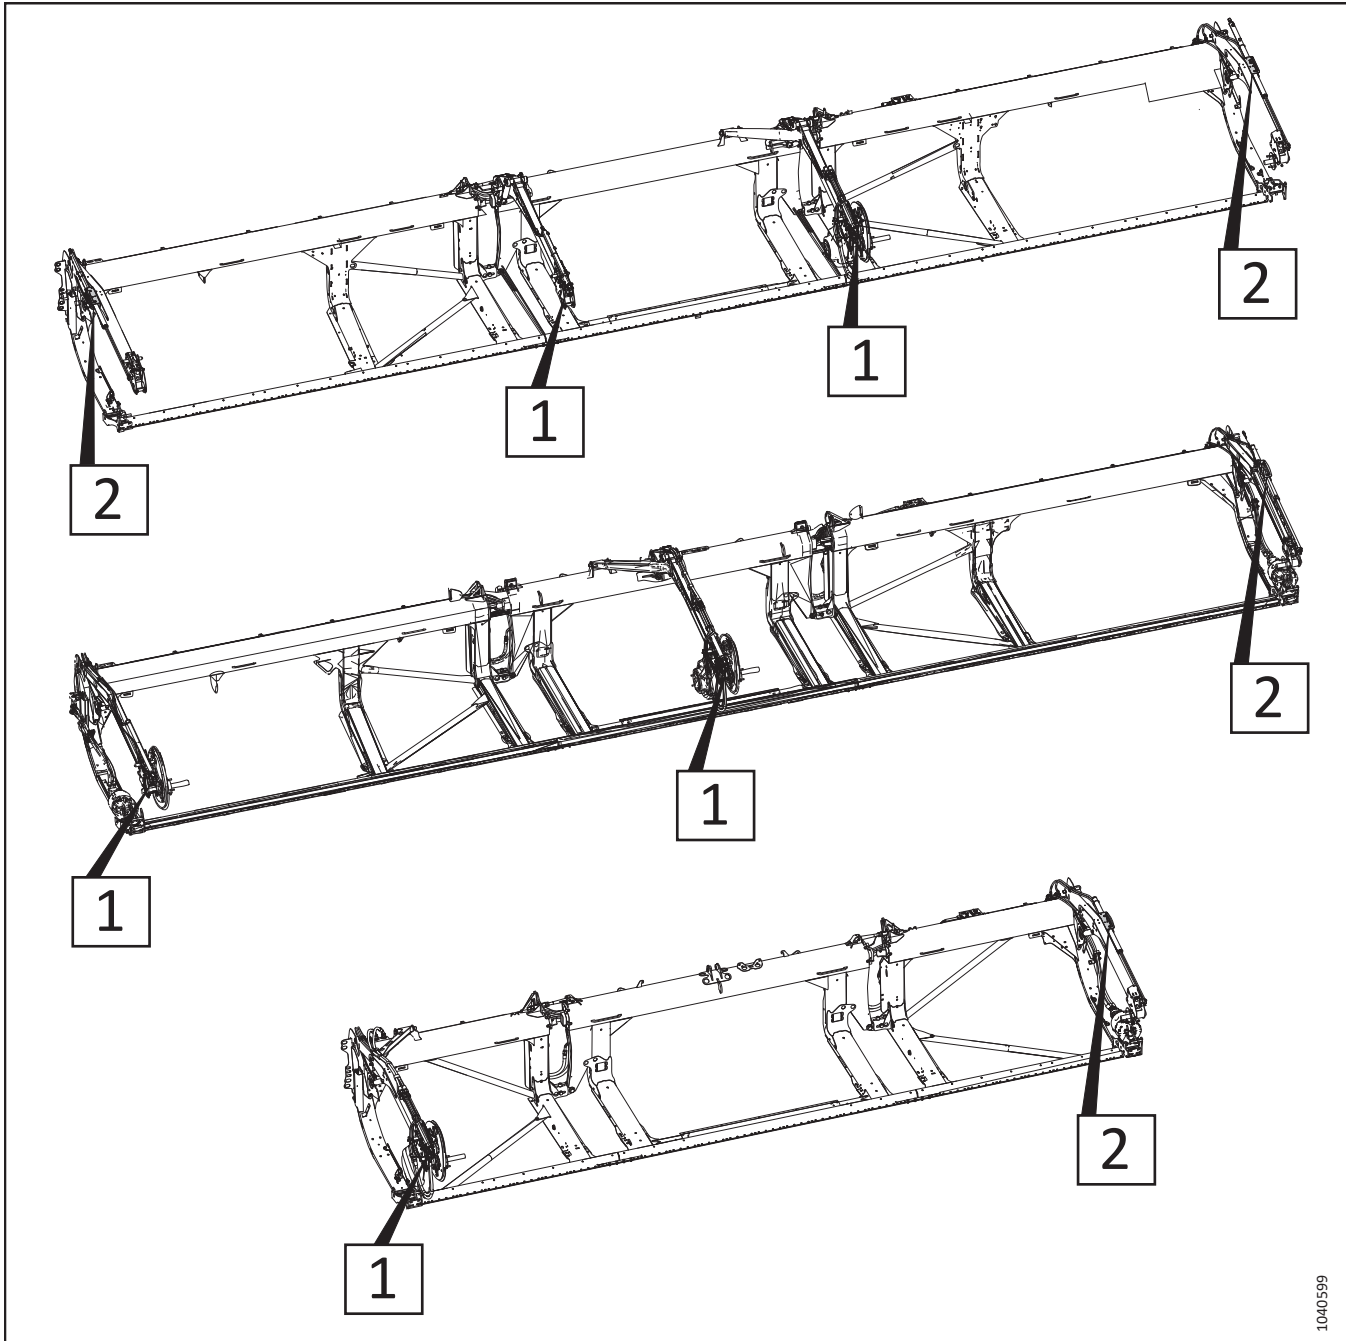

Figura 3.195: Cilindri longitudinali regolabili – Numeri di riferimento della procedura
6. Per determinare le procedure di regolazione dei cilindri longitudinali per il proprio tipo di testata, vedere la Figura 3.195, pagina 178. Il numero sulla figura si riferisce a una delle seguenti procedure: